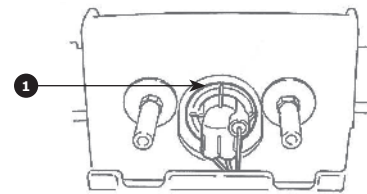

Рис. 96
1. Снимите держатель лампы **1** **Рис. 96** путем выкручивания против часовой стрелки.